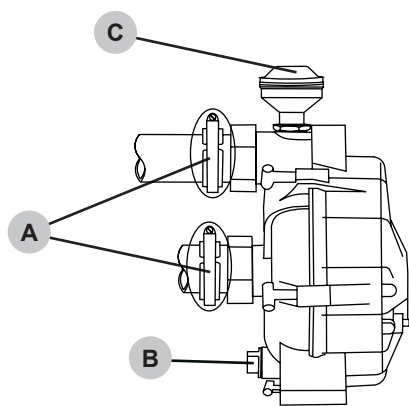

Fig. 23
4. Con un destornillador o una llave de tuercas, afloje las abrazaderas del tornillo sin fin de la bomba (Fig. 23 - A). Retírelas con cuidado de las bridas y deslícelas hacia la derecha.
5. Retire el tapón de drenaje de la parte inferior de la bomba (Fig. 23 - B).